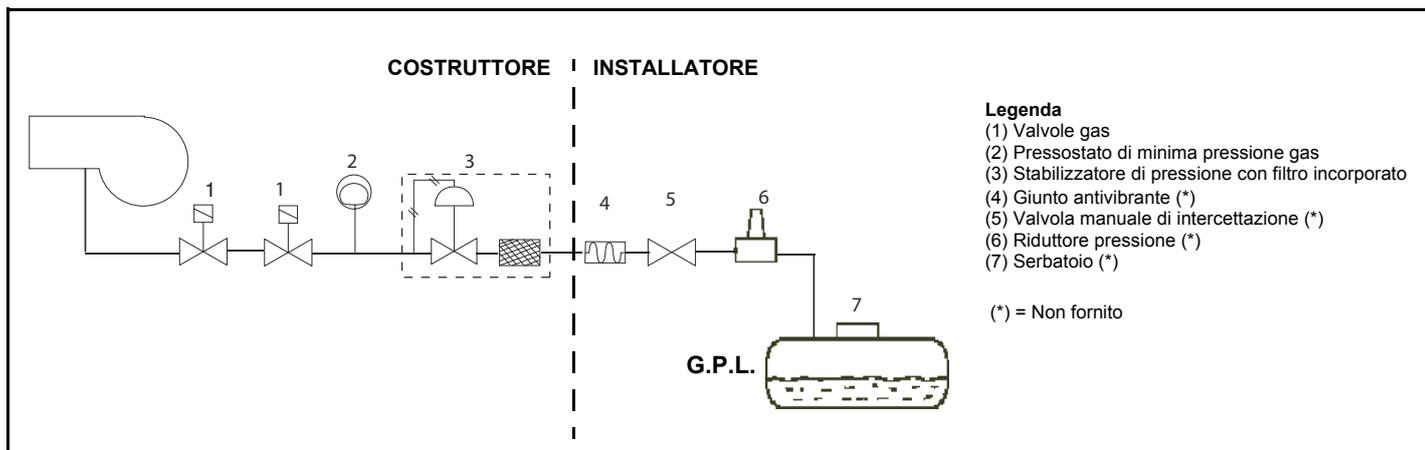

Fig. 4
**PERICOLO!** Una rotazione errata del motore può provocare gravi danni a persone e cose. **ATTENZIONE:** una volta montata la rampa secondo lo schema riportato in Fig. 4, deve essere effettuata la prova di tenuta del circuito gas, secondo le modalità previste dalla normativa vigente.